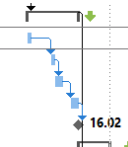

Рисунок 7.37 – Задачи этапа «Ввод в эксплуатацию»
3. Между задачами «Направление уведомления об окончании строительства» и «Проверка построенного объекта» устанавливаем задержку в 3 дня (см. Рисунок 7.37).